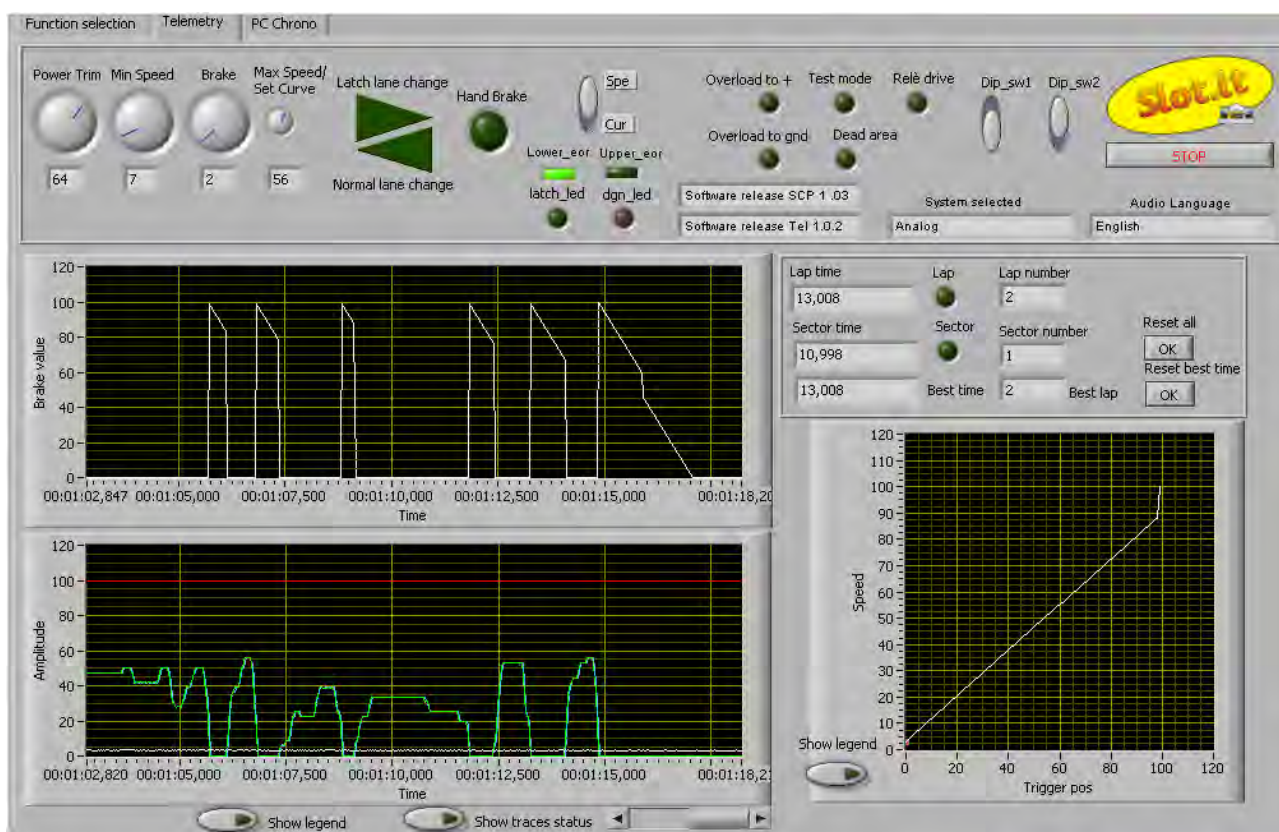

Figura 41: pagina Telemetry.
- ***Universal Live Timing Box conectada al PC y al mando SCP*** (en éste caso es el mando SCP que está conectado a la *Track Interface*): aparecen dos paginas: “*Telemetry*” y “*PC Chrono*” (figura 41);
La pagina “*Telemetry*” ahora visualiza los siguientes datos (ver figura 41):
En seguida una breve descripción de la función de las varias teclas presentes en la pagina “Telemetry” (figura 41):